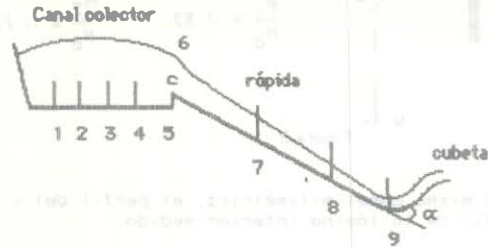

Figura 1.
2. Mida la tara del vertedor triangular, la de la cresta de la obra de excedencias y las del piso en las secciones indicadas en la figura 1.